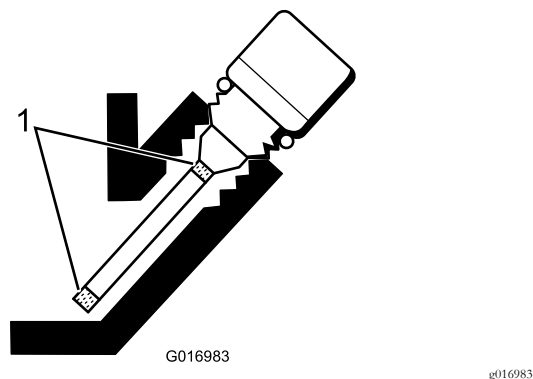

図 24
5. 不足であれば、ゲージの網目模様部分の中間位置になるまで補給する 図 24。